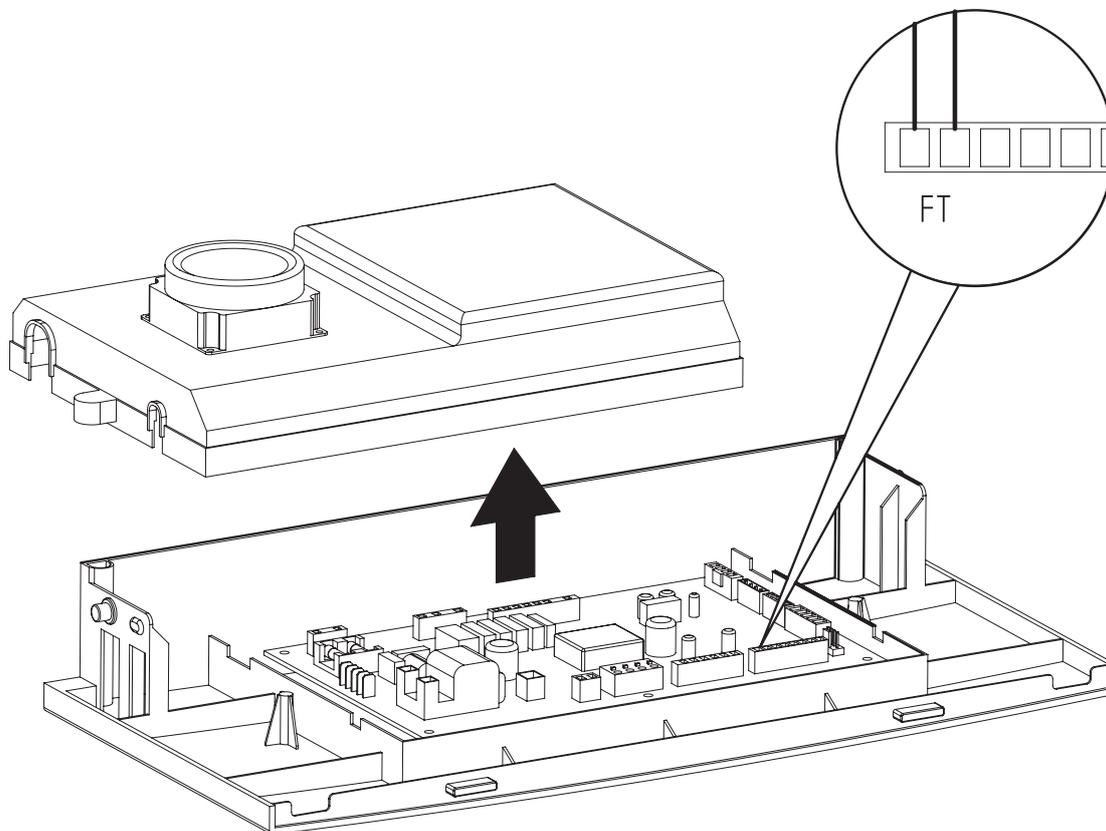

Рис. 26 Подключение датчика уличной температуры
- Подсоедините провода к клеммной колодке на плате котла (см. **Рис. 26**).